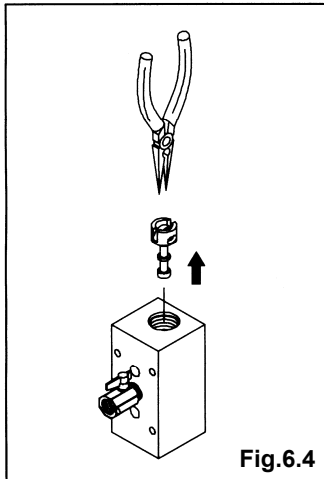

Fig.6.4
- ・ラジオペンチを使用して C 型スプール組立部を引抜く。〔Fig.6.4〕